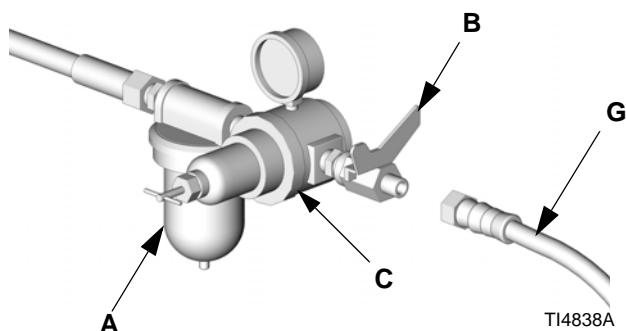

ABB. 3
6. Das andere Ende des Luftschauchs (G) am Auslass des Luftabsperrentils anschließen. Siehe ABB. 3.